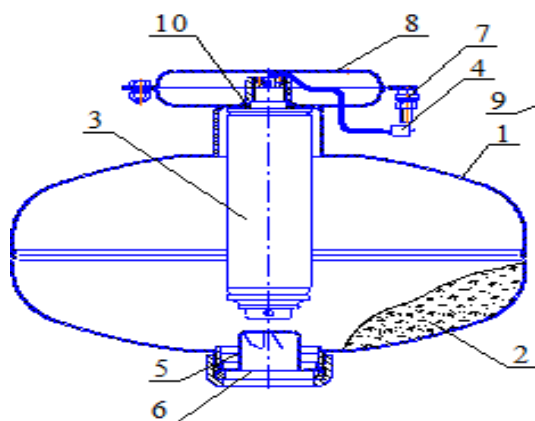
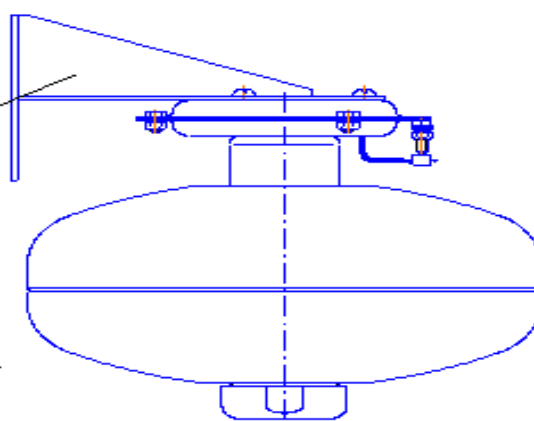
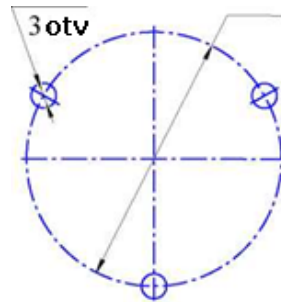

Bild 1
Bild 2
Bild 3
4.2.1 MPH (Bild 1. und Bild 2.) besteht aus dem Druckkörper **1**, der folgendes beinhaltet : Löschpulver (HP) **2** und Kaltgasgenerator (GSP) **3** mit Elektrozünder **4**. In der vorderen Seite der Haube befindet sich der Zerstäubereinsatz **5**, sowie die Ausgangsöffnung, die mit einer Membrane abschließt **6**. Das Modul ist ausgerüstet mit einer Erdungsklemme **7**. Der obere Teil des MPH ist ausgerüstet mit einem Halter **8**, der bestimmt ist für die Deckenbefestigung (Bild 1) oder Halter **9**, der bestimmt ist für die Wandbefestigung (Bild 2).
4.3.3 Nach erhaltenem Elektroimpuls auf den elektrischen Ausgangschalter 4GSP 3 (Bild 1,2) wird der Gasgenerator aktiviert und erzeugt ein Kaltgas das das Innere des Behälters unter Druck setzt. Sobald der nötige Druck vorhanden ist, öffnet die Membrane 6 und das Löschpulver tritt durch den Zerstäuber 5 aus dem Modul aus.
6.2 Die Aufhängung 8 kann unter der Decke (Bild 1) oder die Aufhängung 9 (Bild 2) kann an der Wand angebracht werden. Bitte markieren Sie die Stellen für die Befestigung der Aufhängung wie auf dem (Bild 3) und an der Wand gem. (Bild 4) dargestellt.